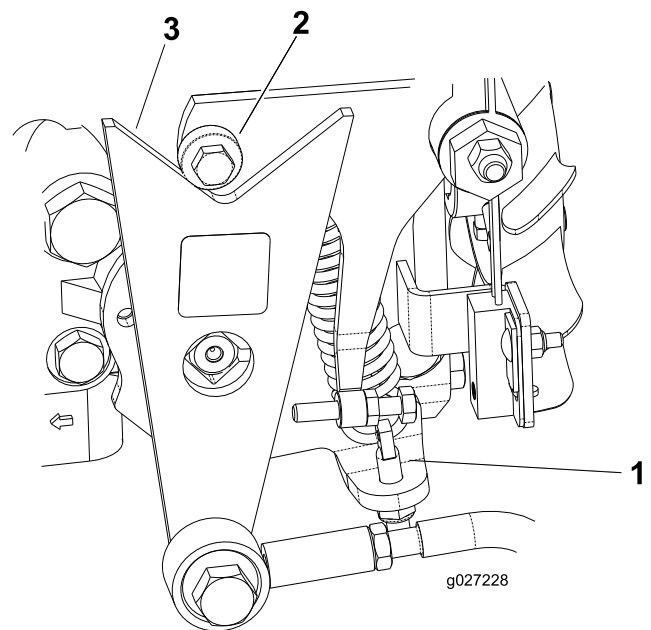

Figura 43
- Si las ruedas giran en la dirección correcta, pare el motor y ajuste la contratuerca del pasador de ajuste del muelle (Figura 43). Ajuste el punto muerto de la tracción; consulte Ajuste del punto muerto de la transmisión de tracción (página 31).